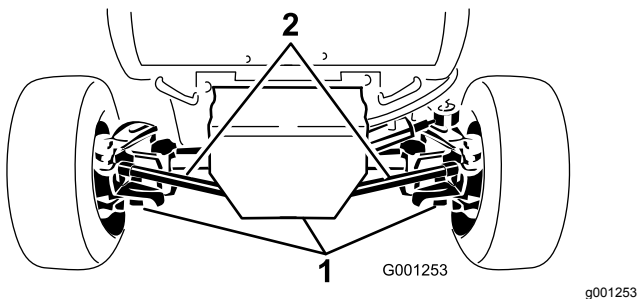

Figura 61
2. Limpie la zona alrededor de los tres tapones de vaciado (Figura 61).